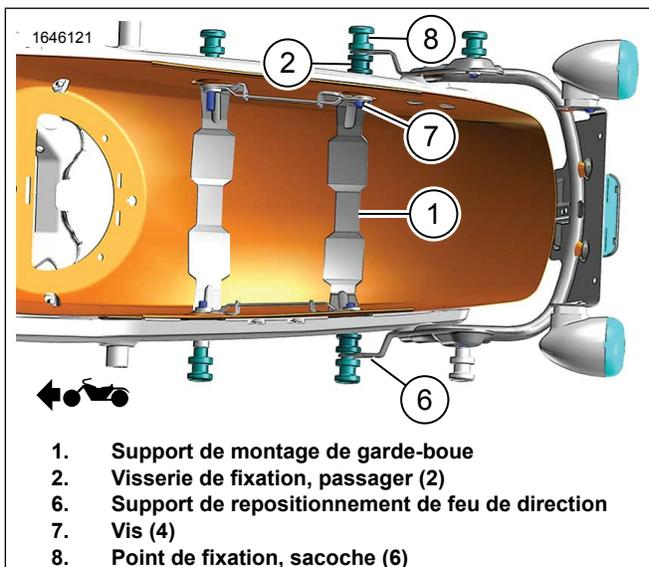

Figure 5. Support de montage de garde-boue
- c. Figure 5 Installer le support de garde-boue (1), la plaque d'écrou, le matériel d'amarrage passager (2), le point de fixation (8) et la vis (7). Serrer.
- a. Figure 5 Installer les entretoises arrière (2).